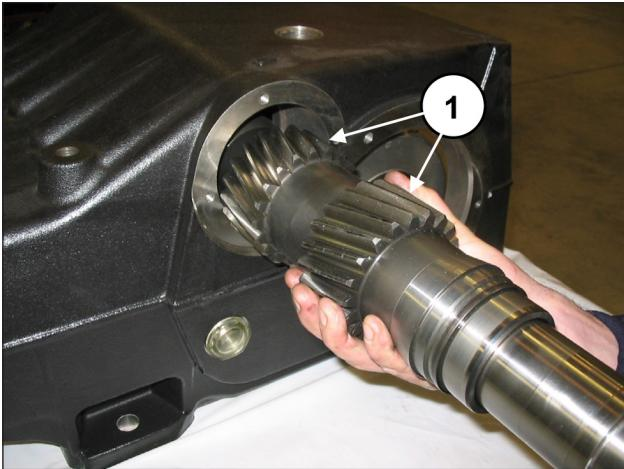

Fig. 55
Insérer l'arbre de la prise de force prémontré à l'intérieur du carter (rep. ①, Fig. 55) en le faisant passer du côté opposé de celui où ont été prémontrées la bague extérieure du roulement et la douille de lubrification des roulements.
Insérer l'arbre de la prise de force dans le carter de sorte que les dents soient tournées comme le montre la Fig. 55.